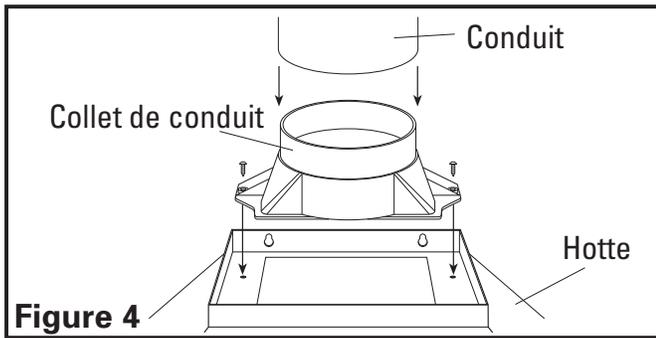

Figure 4
1. Installer le collet de conduit compris sur la hotte avec les deux vis de 3,9 x 13 mm comprises (**Figure 4**).
2. Raccorder le conduit au collet de conduit et le serrer en place en utilisant du ruban adhésif pour sceller tous les joints (Figure 4).